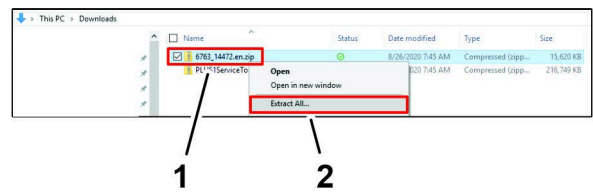

Figure 34
1. Ouvrez le répertoire Téléchargements de votre ordinateur portable, puis faites un clic droit sur le lien 6763\_14472.en.zip ; cliquez ensuite sur le lien Extraire tout... dans le menu déroulant (Figure 34).